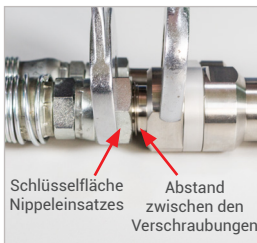

Abbildung 7
- ▶ Verdecken Sie nicht den Bereich zwischen den Verschraubungen (*Abbildung 7*). Hier muss der Druck beim Lösen ungehindert entweichen können. Achten Sie auf einen ausreichenden Sicherheitsabstand vom Körper, Gesicht und den Händen beim Lösen der Verschraubung
- ▶ Lösen Sie die Verschraubung des Füllschlauches am Anschluss „B2“ des Nippelensatzes (Pos. 7) der Abreißsicherung. Halten Sie hierzu an der Schlüsselweite SW(2) des Nippelensatzes gegen (*Abbildung 7*).
Achtung: Verdecken Sie nicht den Bereich zwischen Füllschlauch und Abreißsicherung (*Abbildung 7*).